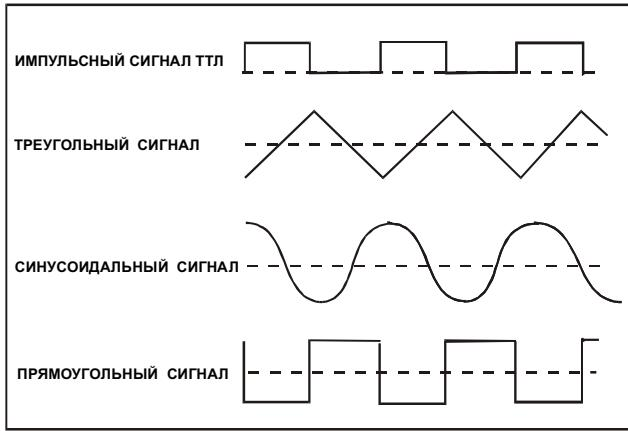

Рис. 4
1. Сначала выберите форму выходного сигнала (8), диапазон (7); вращая регулятор FREQUENCY (13), настройте нужную частоту (ее значение будет индицироваться на дисплее).
2. Подсоедините выход (22) к осциллографу или к другому устройству для наблюдения формы выходного сигнала.
3. Вращая ручку AMPL (12) установите необходимую амплитуду сигнала.
4. Если требуется ослабление сигнала, вытяните регулятор AMPL (12) для получения ослабления на 20дБ или нажмите регулятор (12a) для дополнительного ослабления на 20дБ.
5. Виды форм выходного сигнала и соотношение фаз показаны на рис.4: